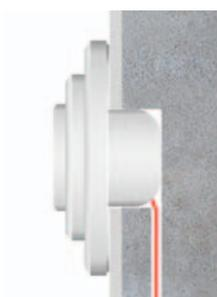

Рис. 30
- для скрытого типа электропроводки использовать встраиваемый терморегулятор KEEPLY (рис. 30);